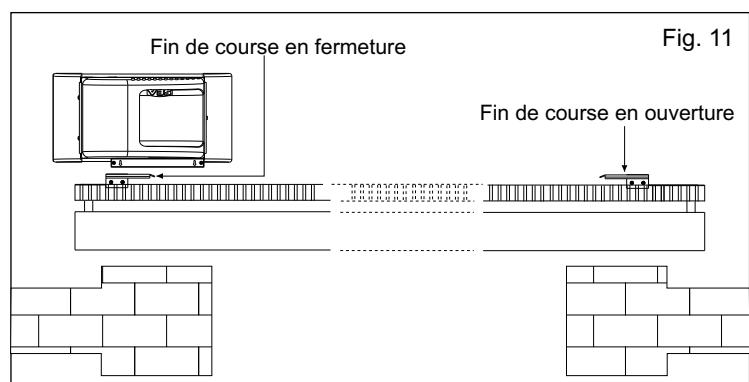

Fig. 11
6.1. Pour l'installations du fin de course en ouverture, il faut suivre les instructions reportées au-dessous (Fig. 11):
6.2. Pour l'installations et le réglage du fin de course en fermeture, suivre les instructions reportées au-dessous (Fig.11):